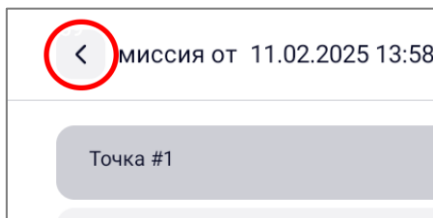

Рисунок 50
- нажать на кнопку < для возврата к списку миссий (рисунок 50);